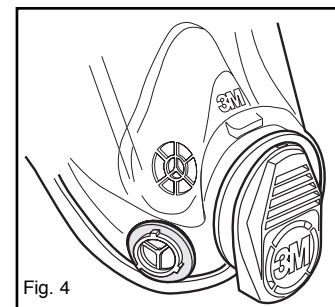

Fig. 4
2. Installer des joints d'étanchéité neufs dans les raccords à baïonnette des orifices d'inhalation. S'assurer que les joints d'étanchéité sont placés sous les trois pattes de verrouillage (fig. 4).